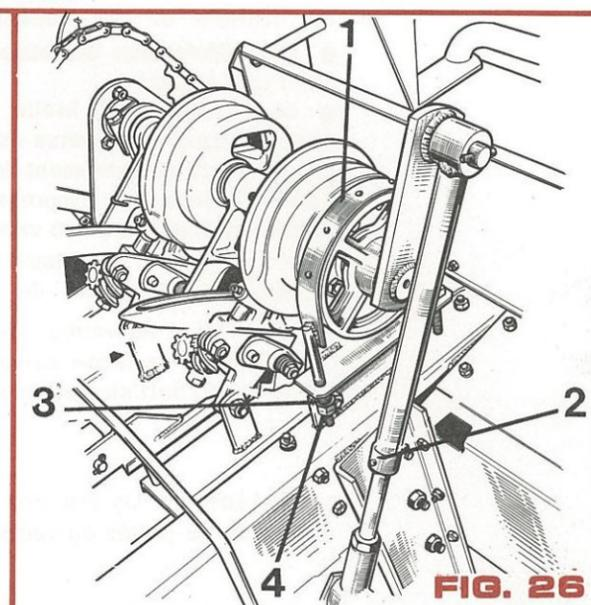

FIG. 26
- Frein de l'arbre des noueurs (1 fig. 26).
- Goupille de cisaillement (2 fig. 26) sur la bielle de commande des aiguilles,
frein de l'arbre des noueurs (fig. 26)